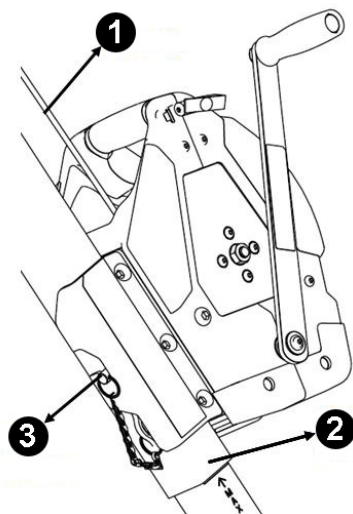

Fig. 3
El cabrestante está diseñado para el uso con el trípode MSA Workman. Véase la Fig. 3. El cabrestante funciona como dispositivo principal de subida-bajada en sistemas que emplean el trípode para posicionar equipos para el acceso a espacios confinados sobre el área a la cual se quiere entrar. El cabrestante se monta en el lado de la pata del trípode. Esta posición hace posible la operación por parte de un asistente situado en la superficie, lejos del punto de acceso al espacio confinado, maximiza el espacio aprovechable en el interior del trípode y aumenta la estabilidad bajando el centro de gravedad del trípode.
- Consulte la Fig. 3 y siga las indicaciones de la etiqueta de instalación en la sección 8.